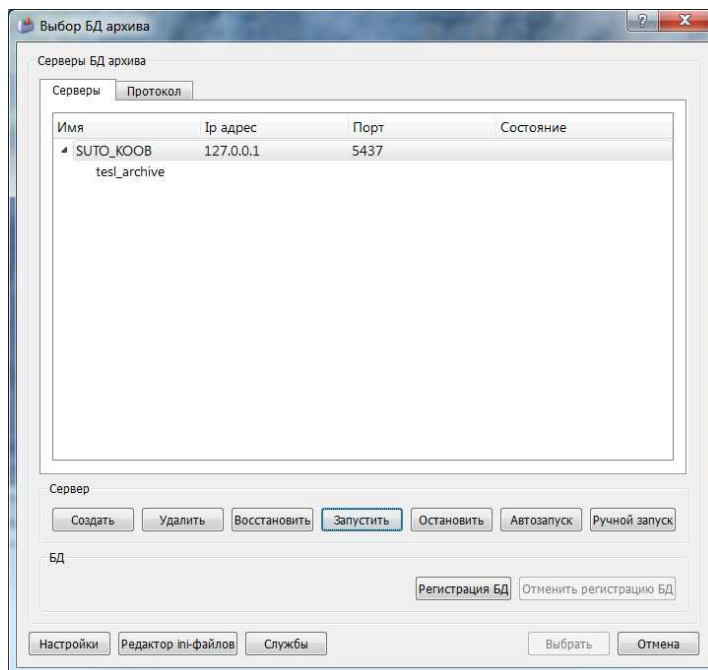
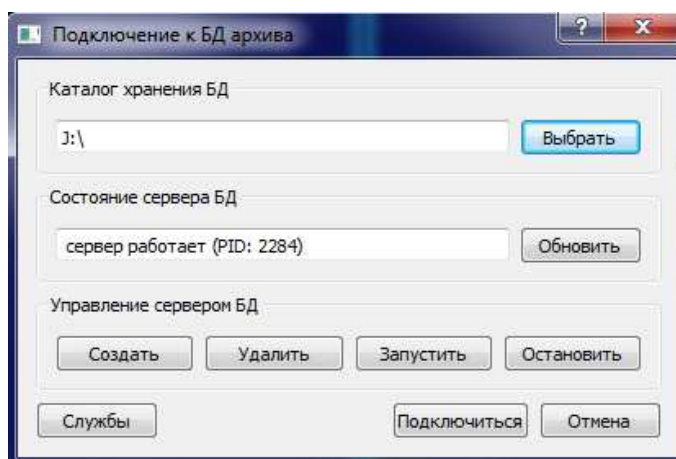
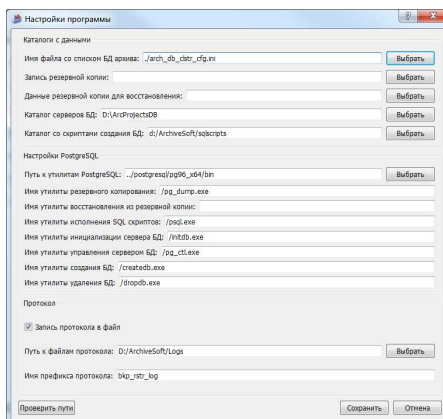
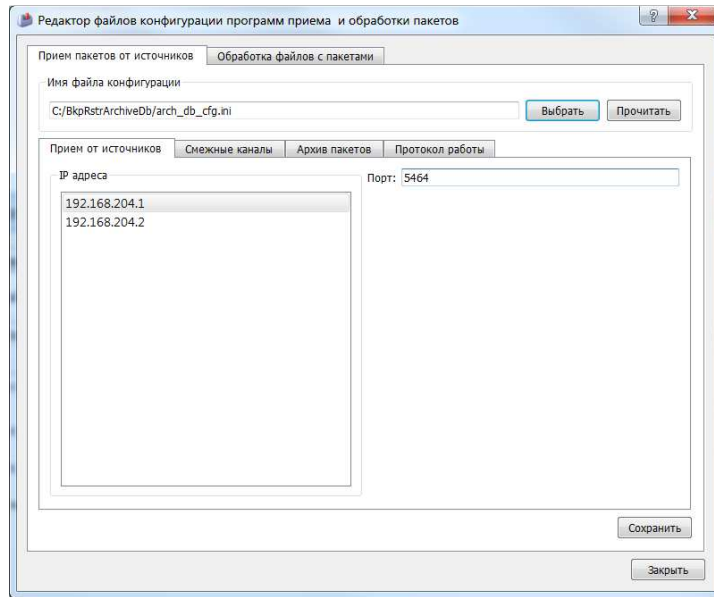

Рисунок 3.21.1 – Окно «Выбор БД архива», расширенный режим управления базами данных архива
Рисунок 3.21.2 – Окно «Подключение к БД архива», упрощенный режим управления базами данных архива
Рисунок 3.21.4 – Окно «Настройки программы»
Рисунок 3.21.10 – Окно «Редактор файлов конфигурации программ приема и обработки пакетов», вкладка «Прием пакетов от источников»
установленных настроек в файле конфигурации arch_db_cfg.ini (параметр SimpleConnectMode) по окончании загрузки появляется окно «Выбор БД Архива», показанное на см. рис. 3.21.1 (параметр SimpleConnectMode равен 0) или окно «Подключение к БД архива», показанное на рис. 3.21.2 (параметр SimpleConnectMode равен 1).
В центральной части окна «Выбор БД архива» (см. рис. 3.21.1) расположен список зарегистрированных в программе серверов БД. Список организован в виде дерева, в корневых элементах которого расположены серверы баз данных архива, а дочерние элементы – зарегистрированные базы данных архива. В основном информационном поле списка отображается наименование сервера БД или базы данных. В дополнительных информационных полях отображается адрес сервера, на котором работает сервер БД, номер порта, по которому осуществляется подключение к серверу БД, а также текущее состояние службы, принимающей запросы клиентов к серверу БД.
При помощи кнопок, расположенных в окне «Выбор БД архива» (см. рис. 3.21-1), выполняются следующие действия:
В верхней части окна «Подключение к БД архива» (см. рис. 3.21.2) расположена панель «Каталог хранения БД», на которой расположено поле, отображающее локальный каталог хранения файлов БД архива. Справа от поля находится кнопка , по нажатию на которую открывается окно «Выбрать каталог размещения БД архива» (см. рис. 3.21.3).
По нажатию на кнопку «Настройки» в окне «Выбор БД архива» (см. рис. 3.21.1) отображается окно «Настройки программы», показанное на рис. 3.21.4.
При нажатии на кнопку «Редактор ini-файлов» (рис. 3.21.1) отображается окно «Редактор файлов конфигурации программ приема и обработки пакетов», показанное на рис. 3.21.10.
В окне «Редактор файлов конфигурации программ приема и обработки пакетов» (см. рис. 3.21.10) расположены две вкладки, на которых находятся информационные поля с данными конфигурационных файлов программ:
- вкладка «Прием пакетов от источников» (см. рис. 3.21.10), содержащая параметры конфигурации программы приема пакетов от источников;
В верхней части вкладки «Прием пакетов от источников» (см. рис. 3.21.10) расположена панель «Имя файла конфигурации», на которой расположено поле, отображающее имя файла конфигурации программы приема пакетов. Справа от поля находится кнопка , по нажатию на которую открывается окно «Выбрать файл конфигурации программы приема пакетов» (рис. 3.21.12).
В нижней части вкладки «Прием пакетов от источников» (см. рис. 3.21.10) расположена кнопка «Сохранить», по нажатию на которую сохраняется файл конфигурации программы приема пакетов.